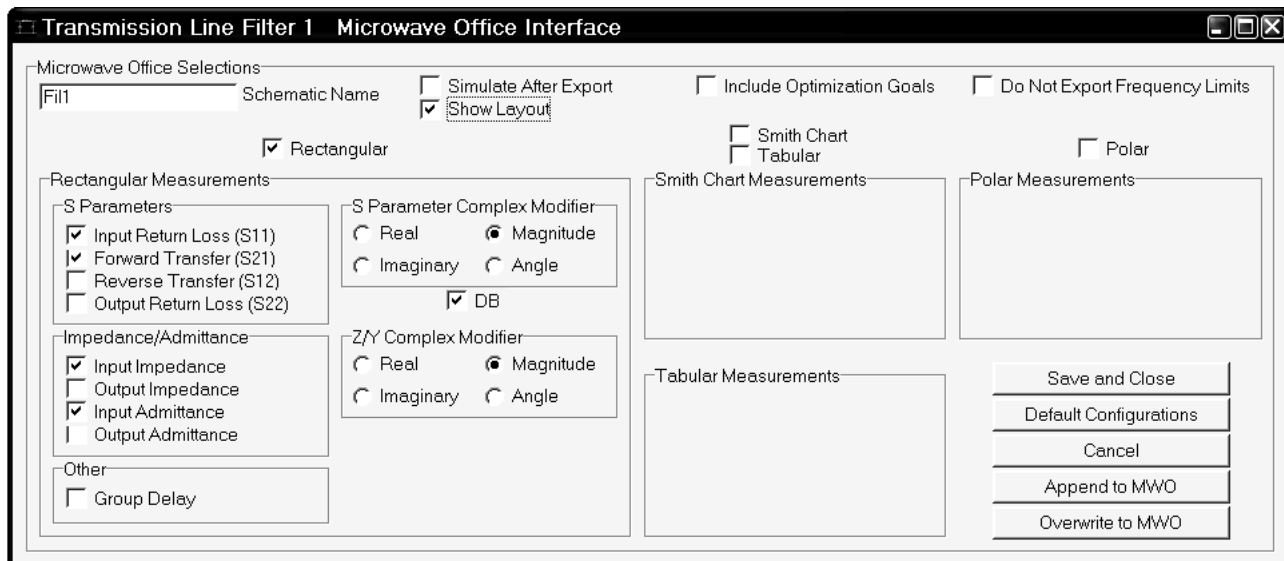

Рис. 1.10
11. **MWO** – Передать схему в Microwave Office. Если щёлкнуть мышкой по этой кнопке, открывается окно (рис. 1.10), в котором можно определить опции передачи схемы (т.е. нужно ли выполнить анализ сразу после передачи (**Simulate After Export**), какого типа графики передать, что отображать на графиках и др.). Если в правом верхнем углу окна